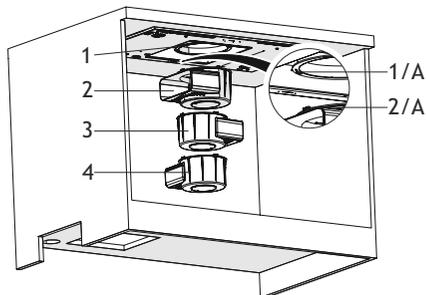

Fig. 18
3. ➔ ■ Attaccare le linguette di montaggio sul contenitore dell'acqua (Fig. 18- 2/A) alle fessure di montaggio sotto lo slot del contenitore (Fig. 18 - 1/A) premendo verso l'alto (Fig. 18).